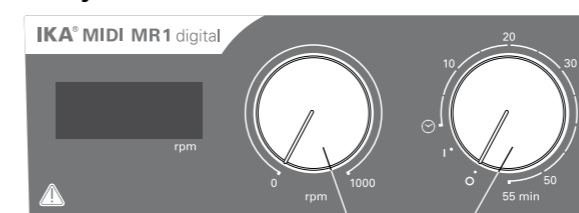

Fig. 3
- ☞ Aby włączyć urządzenie, obrócić pokrętko „**Wł./wył.**” i „**Czasomierz**” (B, patrz Fig. 3) w kierunku zgodnym z ruchem wskazówek zegara do pozycji „1”.
- ☞ Aby wyłączyć urządzenie, obrócić pokrętko „**Wł./wył.**” i „**Czasomierz**” (B) do pozycji „0”.
- ☞ Ustawić prędkość obrotową silnika za pomocą regulatora „**Prędkość obrotowa**” (C, patrz Fig. 3). Prędkość obrotową silnika można ustawiać w zakresie od 0 do 1000 rpm w przypadku **MIDI MR 1 digital** i w zakresie od 0 do 600 rpm w przypadku **MAXI MR1 digital**.